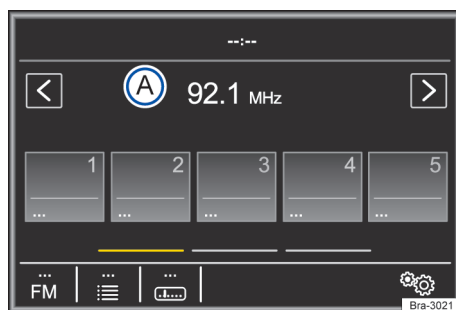

Fig. 126 Menu principal do rádio. ▶
Funções dos botões de estação → Fig. 126
Trocar o grupo de botões de estação	<p>Passar o dedo sobre o display, na área dos botões de estações → Fig. 126, da direita para a esquerda ou da esquerda para a direita.</p> <p>Os botões de estação são exibidos em grupos para, respectivamente, 5 superfícies de função (1) até (5), (6) até (10) e (11) até (15).</p>